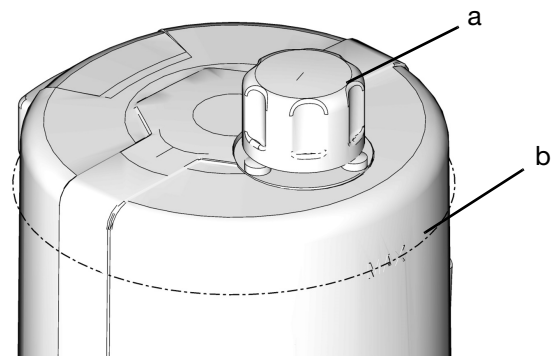

**FIG. 20:**
- a. Para aliviar la presión entre la bomba de llenado (F) y la desconexión de llenado automático (B), abra la válvula de bola abierta (bv) (FIG. 20). La presión se aliviará y el fluido sobrante se drenará por el tubo de drenaje (L) hacia el contenedor de desbordamiento de lubricación (W).